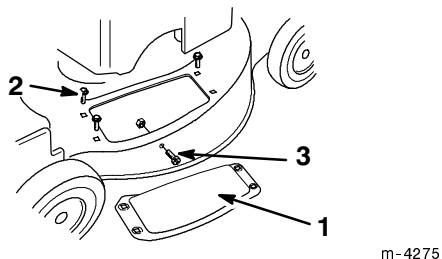

Figure 35
4. Retirer et conserver les trois boulons de fixation de la plaque d'éjection au carter de tondeuse (Fig. 35).
5. Retirer et conserver la vis et l'écrou se trouvant sur le côté du carter de tondeuse (Fig. 35).